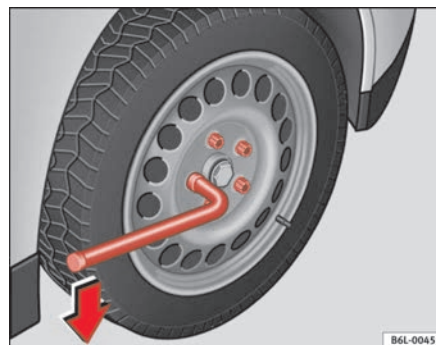

Fig. 135 Cambio de rueda: aflojar los tornillos de rueda
- Agarre la llave por el extremo y gírela aproximadamente una vuelta hacia la **izquierda** ⇒ fig. 135.